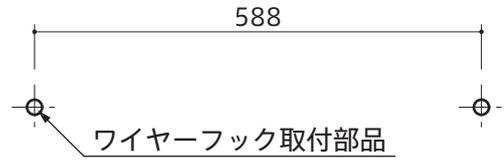

図 2
2. ワイヤーの先をワイヤークックカバーネジ、ワイヤークックに通した後、ワイヤークックをワイヤークック取付部品にねじ込んで固定します。（図2）